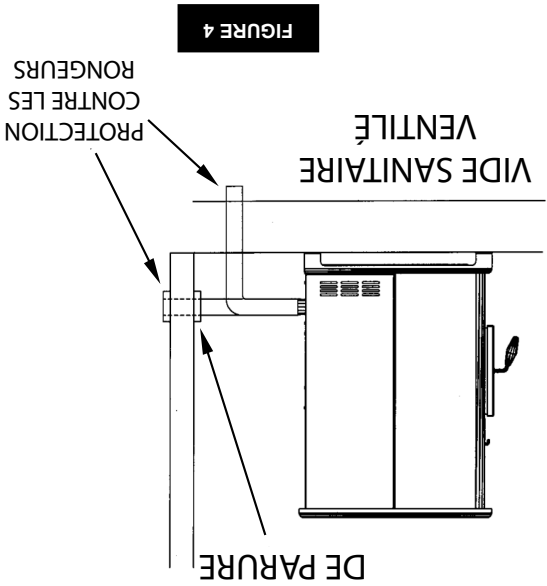
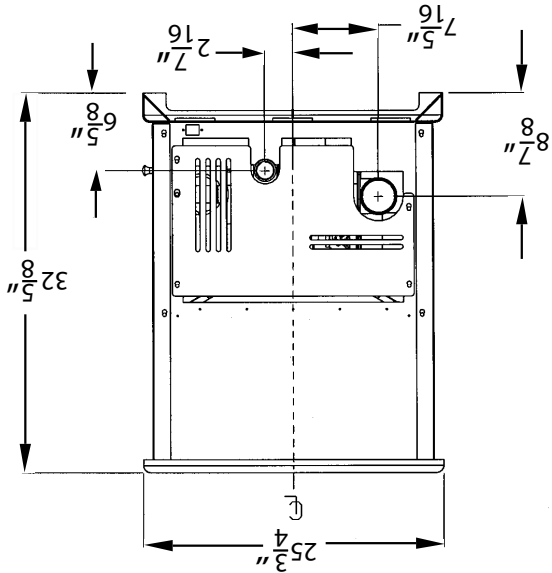

FIGURE 3
FIGURE 4
3. Maintenez toujours un écartement de 3" (75 mm) par la sortie d'évacuation du poêle (référez-vous à la figure 3).
Pour une installation en maison mobile, le poêle doit être relié à une source extérieure d'air de combustion. Un tuyau métallique de diamètre intérieur 2", flexible ou bien rigide, peut être fixé sur l'entrée à l'arrière du poêle (réferez-vous à la figure 3). Une protection contre les rongeurs (avec mailles de grillage d'au moins 1/4")/hotte anti-vent doit être utilisée à la terminaison (réferez-vous à la figure 4). Tous les raccords doivent être fixés et étanchéifiés, en utilisant une attache de tuyau du bon calibre et/ou du ruban métallique UL-181-AP. Pour des installations en maison mobile uniquement : Un tuyau de diamètre intérieur 2" peut être utilisé pour le premier mètre cinquante de tronçon pour l'air de combustion. De 1,5 à 3 mètres, utilisez du tuyau de diamètre intérieur 2 3/4". Aucune alimentation en air de combustion ne doit dépasser 3 mètres.